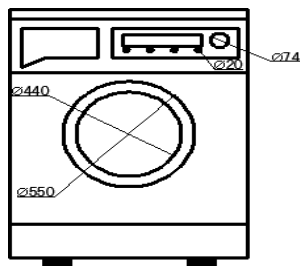
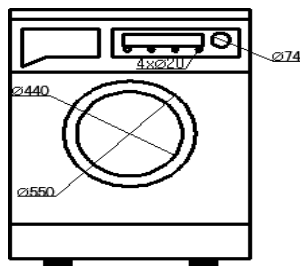

图 17.6.26 创建直径标注
图 17.6.27 编辑直径标注
Step4. 用 **标注** \rightarrow **直径** 命令创建直径标注。完成后的图形如图 17.6.26 所示；双击 $\phi 20$ 的尺寸，在绘图区域的文本框中输入 $4 \times \%C20$ ；单击“关闭位置编辑器”按钮，标注文字就会变成 $4 \times \phi 20$ ，如图 17.6.27 所示。